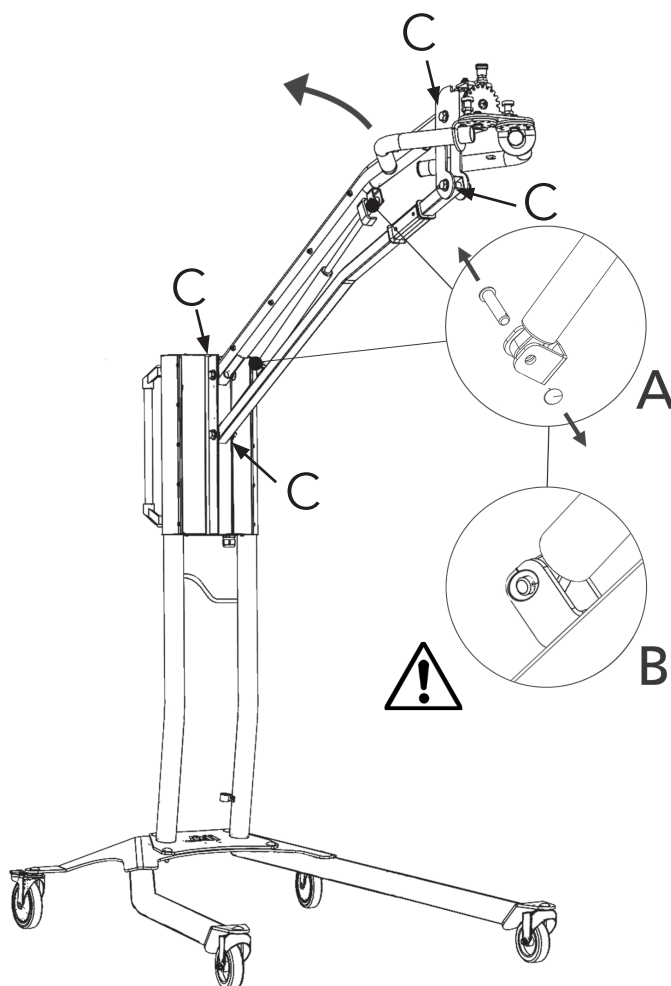

图 2
如果移动支臂并未停在最高或最低位置，而是自动稍有垂下或上举，请拧紧图2中字母“C”所示的4颗螺母。如果支臂依然未停下或者变得涩重难以调整，则须更换气压弹簧。
2 将平行臂置于远端最直立的位置。(图2)
4. 取下锁环与两个固定销。将气压弹簧稍微向上/向前移动并将其取下。(图2)